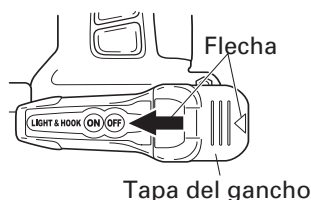

Fig. 11
Quite la tapa del gancho empujando en la dirección de la flecha. (Fig.11)
- (3) Haga coincidir la muesca del cuerpo principal del gancho con el saliente de la tapa del gancho, presione la tapa en la dirección opuesta a la flecha mostrada en la Fig.11 y apriete el tornillo. Utilice pilas AAAA (1,5 V) disponibles en los establecimientos del ramo.